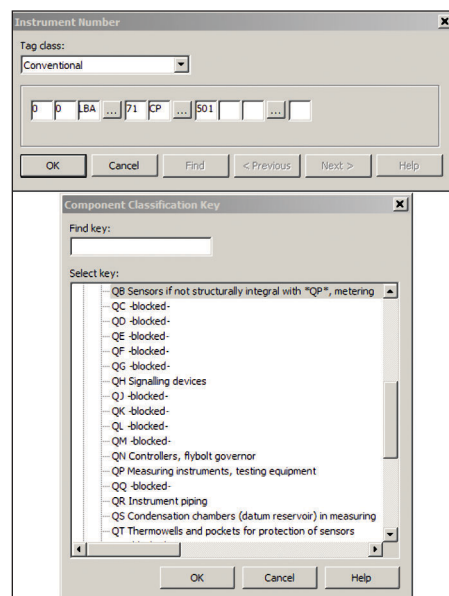

Рис. 4. Позиция прибора по KKS
- создание структуры позиционных обозначений для технических средств автоматизации. В SmartPlant Instrumentation может быть применена система маркировки для электростанций — KKS (Kraftwerk Kennzeichen System) (рис. 4);